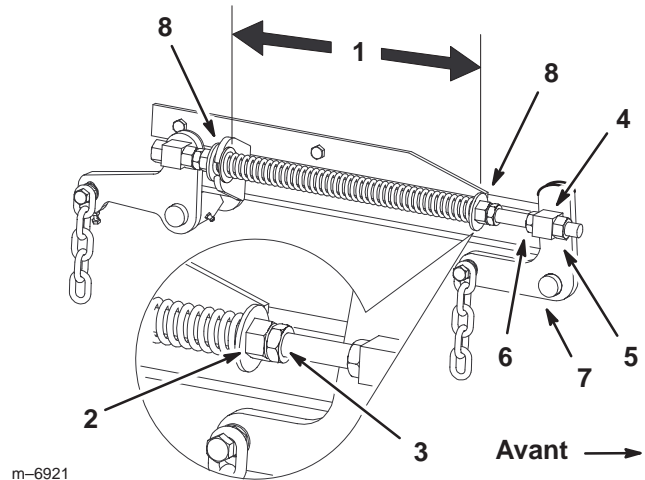

Figure 55
7. Desserrez d'environ 13 mm (1/2 pouce) les écrous de blocage à l'avant des pivots avant gauche et droit (Fig. 55).
8. Réglez les écrous de relevage sur les côtés gauche et droit de la machine de manière à abaisser l'avant de **6 à 10 mm (1/4 à 3/8 pouce) au point A par rapport au point B** à l'arrière (Fig. 55).
1. Déplacez le levier de relevage du plateau de coupe à la position de transport (Fig. 55).
2. Vérifiez que les deux grandes rondelles sont espacées de 260 mm (10-1/4 pouces) (Fig. 55).
3. Réglez cette distance en desserrant l'écrou de blocage du ressort et en tournant l'écrou devant chaque ressort (Fig. 55). Tournez l'écrou dans le sens horaire pour raccourcir le ressort, et dans le sens inverse pour l'allonger.
4. Bloquez l'écrou en position en serrant l'écrou de blocage du ressort (Fig. 55).